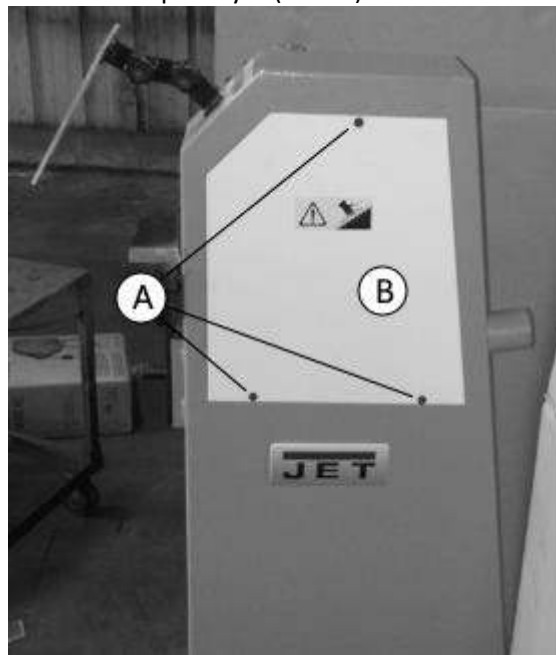

Рис.3
1. При помощи ключа открутите винты А (Рис. 3).
- И затем снимите крышку В (Рис. 3).